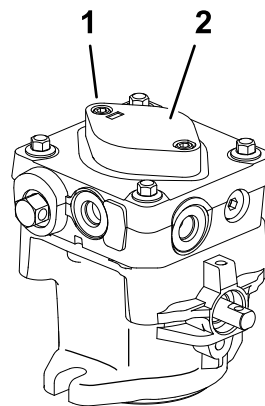

Bild 52
7. Lösen Sie zwei Innensechskantschrauben nur um 1,5 Umdrehungen, um die Ladepumpe vorzubereiten (Bild 52). Stellen Sie sicher, dass der Motor nicht läuft. Heben Sie das Ladepumpengehäuse an und warten Sie, bis Öl gleichmäßig unter dem Gehäuse austritt. Ziehen Sie die Kopfschrauben an. Tun Sie dies für beide Pumpen.